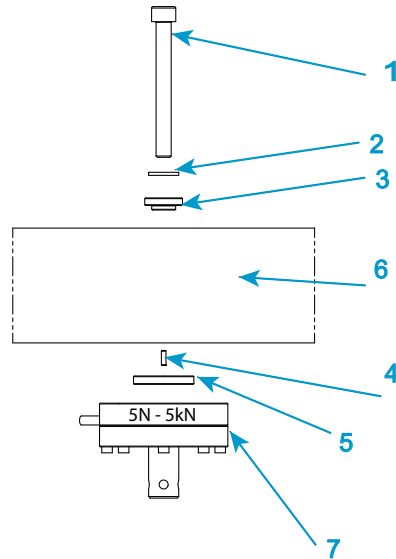

Abbildung 17. Einen Kraftaufnehmer der Serie 2530 installieren - Nennkräfte 5 N bis 5 kN
Legende für Abbildung 17
1. Siehe Abbildung 17 auf Seite 79 und die entsprechende Legende.